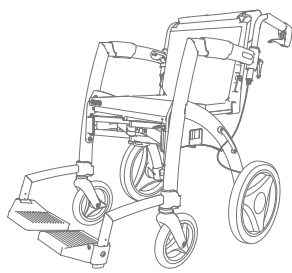

Abbildung 40: Der elektrische Rollstuhl ist einsatzbereit.
- Der elektrische Rollstuhl ist jetzt einsatzbereit (**Abbildung 40**).